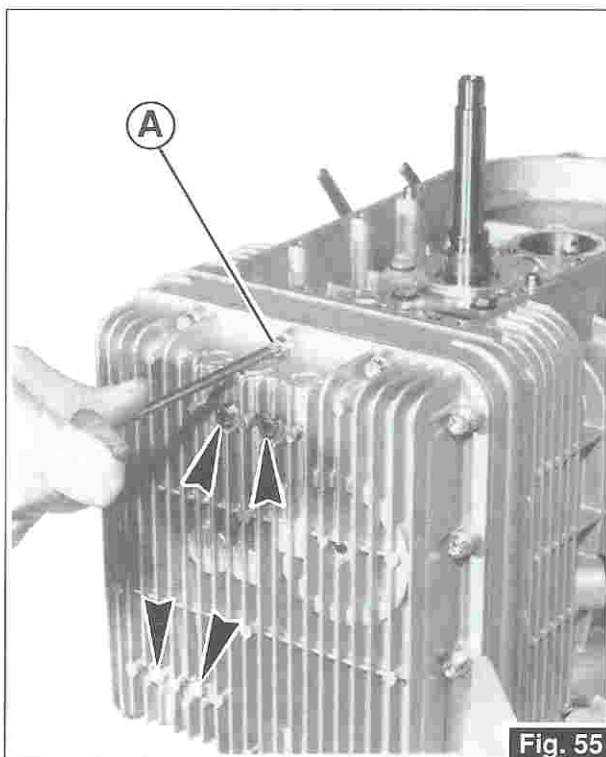

Fig. 55
- Svitare le 14 viti periferiche «A» di tenuta della coppa al basamento, dopo aver tolto le 4 viti di accoppiamento dei condotti interni indicate dalle frecce (Fig. 55).
- Unscrew the 14 outer screws «A» that secure sump to crankcase after removing the 4 coupling screws of the inner ducts marked with the arrows (Fig. 55).